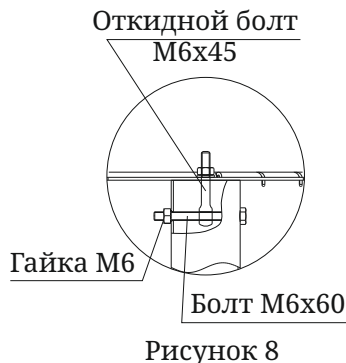

Рисунок 8
8. Установите дымовой купол с установленной в него трубой $\phi 100\text{м}$ ($L=400\text{ мм}$) на опорные стойки и дымовую трубу $\phi 100\text{ мм}$ ($L=682\text{ мм}$), установленную в патрубок печи для казана. Закрепите купол на опорных стойках с помощью болта М6х60 и **одного** болта откидного М6х45 (рисунок 8).